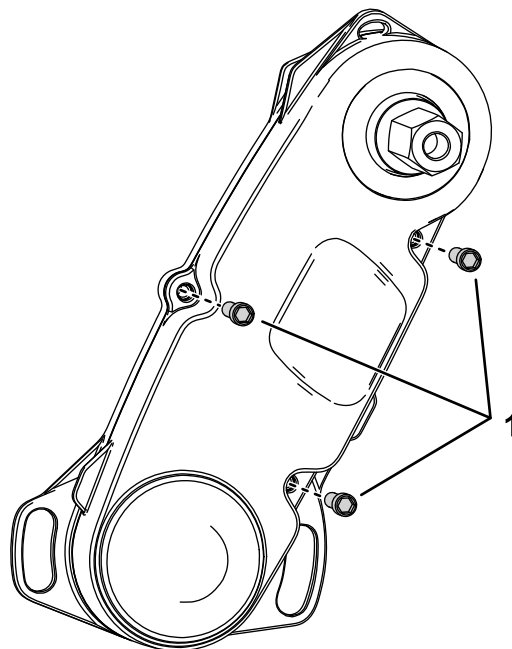

Рисунок 6
10. Установите переднюю крышку на узел привода барабана с помощью болтов, снятых при выполнении пункта 5 (Рисунок 6).